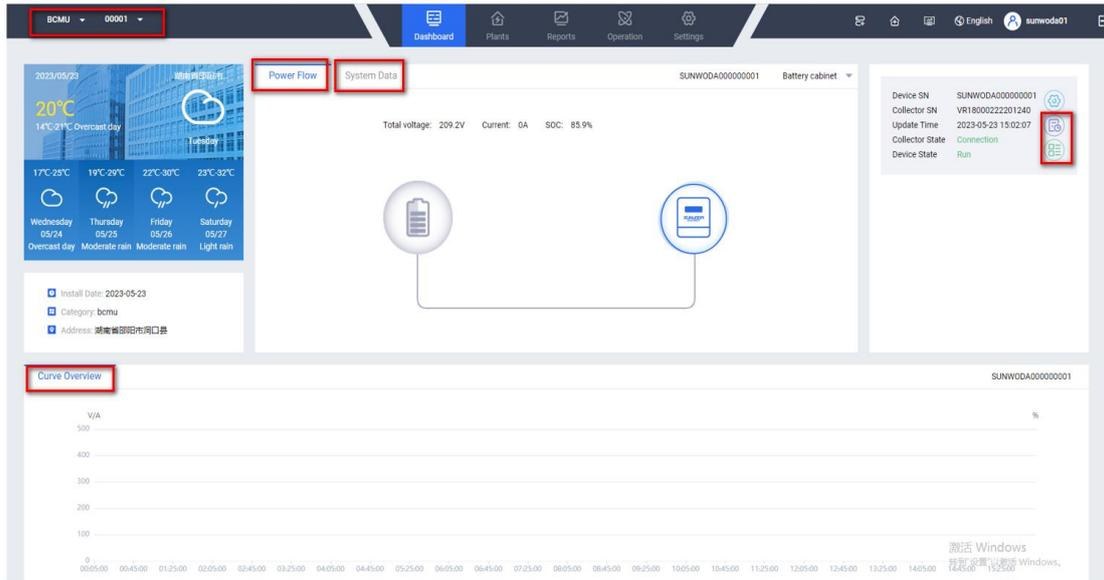

Figura 4.23
(1) Después de agregar el equipo, seleccione el sitio recién construido y En la interfaz actual del equipo, puede consultar la ubicación del cuadro rojo para ver y exportar el flujo de energía, los datos del sistema, los detalles del equipo y los datos históricos. (Figura 4.23).